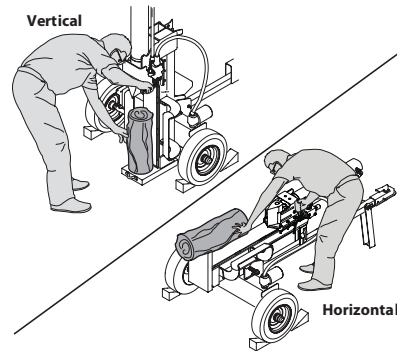

Figura 1
6. Siempre opere la máquina desde la(s) zona(s) del operador que se especifican en el manual. Vea la Figura 1.
- a. Posición horizontal de funcionamiento: Párese del lado de la palanca de control de la máquina rompetroncos y establezca el tronco como se indica, si es necesario. Vea la Figura 1.
- b. Posición vertical de funcionamiento: Párese delante de la máquina rompetroncos y establezca el tronco como se indica, si es necesario. Vea la Figura 1.